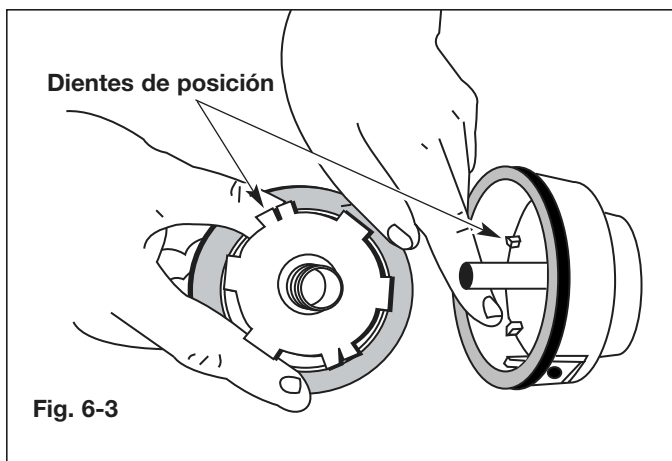

Fig. 6-3
5. Verifique el desgaste de los dientes de posición del carrete interior y bobina exterior (Fig. 6-3). Si es necesario, saque la rebaba o cambie el carrete y la bobina.